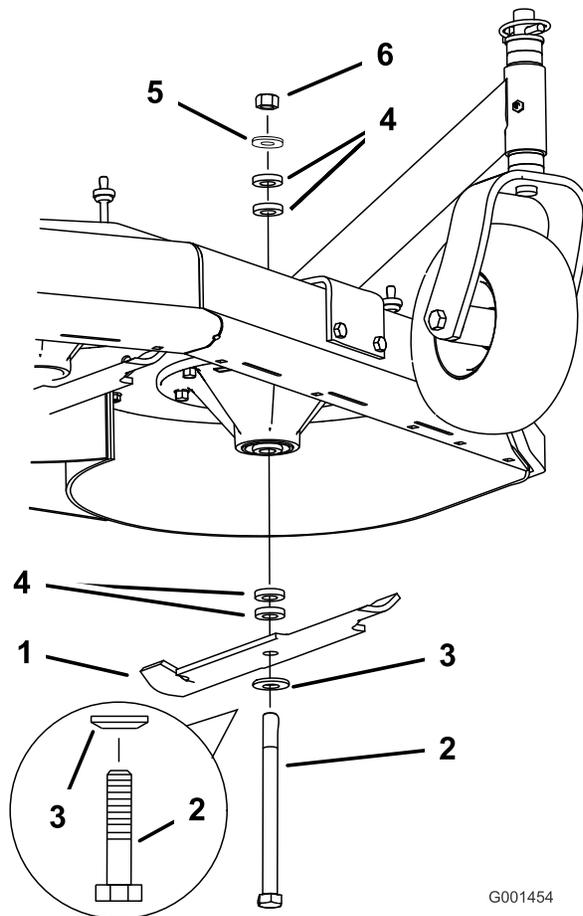

Figura 16
2. Rimuovete il dado, il bullone della lama, la rondella curva, la lama, i distanziali e la rondella sottile dal mandrino (Figura 16).
1. Montate il bullone, la rondella curva e la lama. Selezionate il numero di distanziali appropriato per l'altezza di taglio, e fate scorrere il bullone nel mandrino (Figura 16).
2. Montate i distanziali rimanenti e fissateli con una rondella sottile e un dado (Figura 16).